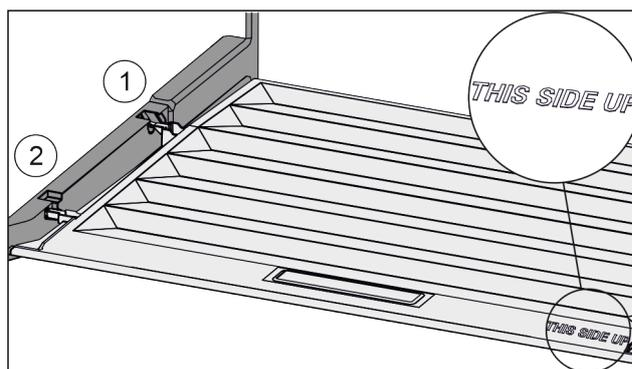

Fig. 162
- ▶ Inserire le nervature del coperchio attraverso l'apertura del supporto posteriore Fig. 162 (1) e innestare anteriormente nel supporto Fig. 162 (2).